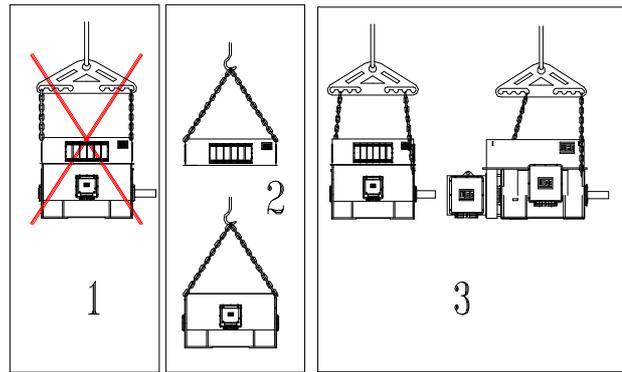

Figure 3.1: Manutention du moteur
- Le moteur doit être manipulé comme indiqué en positions 2 et 3 sur la Figure 3.1;
- Si le centre de gravité n'est pas exactement au milieu des anneaux de levage, utiliser l'une des méthodes indiquées sur la Figure 3.1.